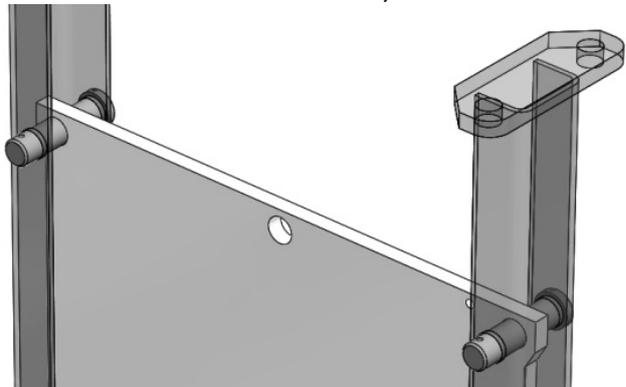

Figura 17. Carrera correctamente ajustada.
3. La carrera está correctamente ajustada si la compuerta (2) puede bloquearse con los pasadores de bloqueo (13). En caso contrario, continúe con el siguiente paso para ajustar la carrera. Consulte la Figura 17.
4. Mida cuánto debe ajustarse la compuerta (2).
6. Retire el anillo de retención (17) del pasador de horquilla (16) y retire el pasador de horquilla.
7. Empuje la compuerta (2) hacia abajo para obtener espacio para el giro de la horquilla (14).
8. Afloje el tornillo de bloqueo de la horquilla (15).
9. Gire la horquilla (14) en el vástago para ajustarla hacia arriba o abajo según la dimensión medida anteriormente.
10. Vuelva a montar la horquilla y pruebe si los pasadores de bloqueo (13) encajan ahora. Repita el ajuste si el pasador no encaja. Pase al capítulo siguiente si la válvula está correctamente ajustada.